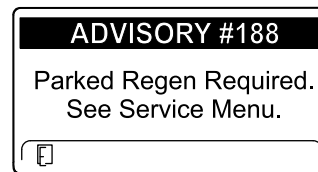

Figura 71
- Regeneración estacionaria necesaria AVISO N° 188 (Figura 71)